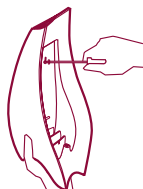

Fig. 5
- Introduisez les chevilles dans le mur et fixez la base du chargeur de batteries à l'aide des vis. (fig. 5)